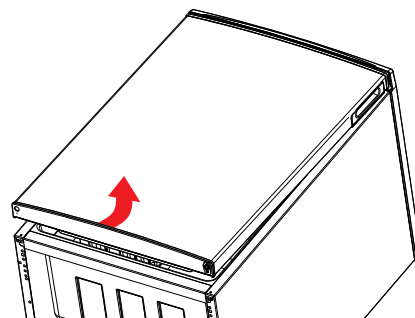

Fig. 3
- ▶ Soulevez légèrement la porte de l'appareil par-dessous à l'aide de vos deux mains et retirez-la de la charnière supérieure (fig. 3).